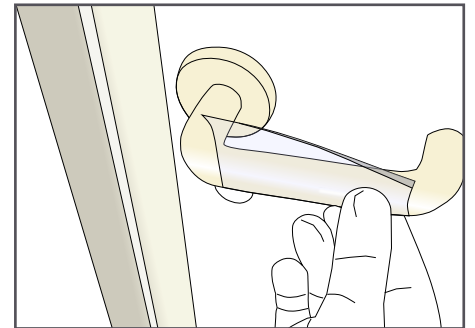

Figure 17
- › Continuer l'application du film en faisant de tour de la poignée, en effectuant avec la main, des mouvements de gauche à droite afin d'appliquer le film sur toute la largeur de la poignée. (FIG. 17)